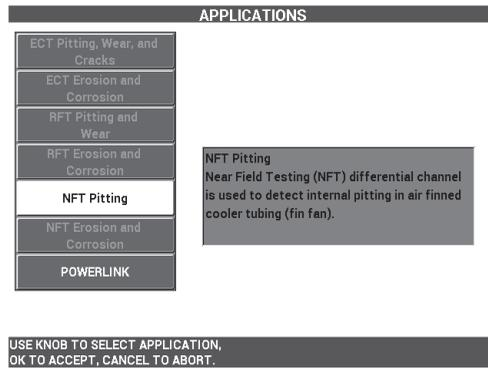

Figura 5-225 L'applicazione NFT vaiolatura
2. Selezionare **CONTINUA** (premere il tasto A) per aprire il menu di selezione dell'applicazione e in seguito usare la manopola per selezionare **NFT vaiolatura** e premere ✓ per confermare (vedere Figura 5-225 a pagina 302).